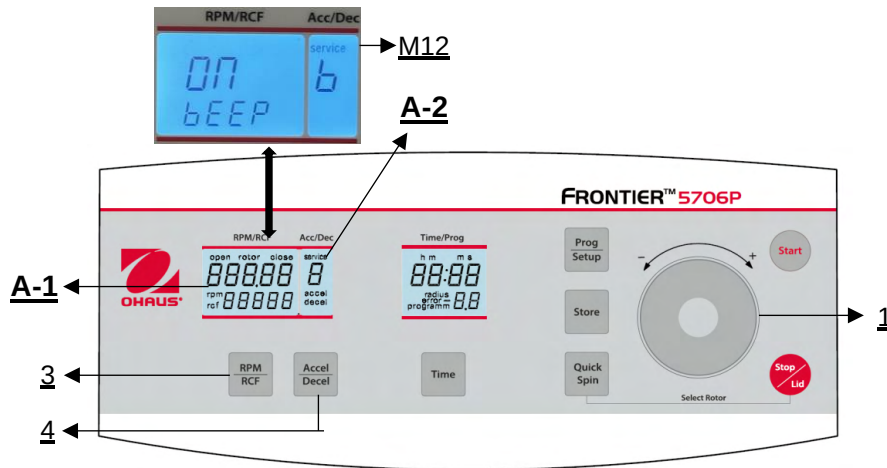

Abbildung 31
Gehen Sie wie unter Punkt 4.1.1 beschrieben vor, um in diesen Programmmodus zu gelangen und drücken Sie dann die Taste **"Accel/Decel"** (4). Im Display **"Acc/Dec"** (A-2) blinkt das Wort **"Service"** (M12). Wählen Sie nun mit dem Touch wheel (1) den Buchstaben **"b"**. aus. Daraufhin erscheint in der Anzeige **"RPM | RCF"** (A-1) das Wort **"ON/BEEP "**. Nach Drücken der Taste **"RPM | RCF"** (3) können Sie mit dem Touch Wheel (1) den Tastatursound (On) oder (Off) ein- bzw. ausschalten (siehe **Abbildung 31**).